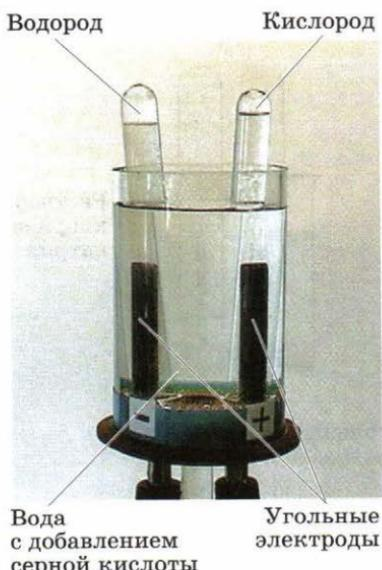

Рис. 114. Электролиз воды в лабораторных условиях
- для получения галогенов, водорода и кислорода (рис. 114);